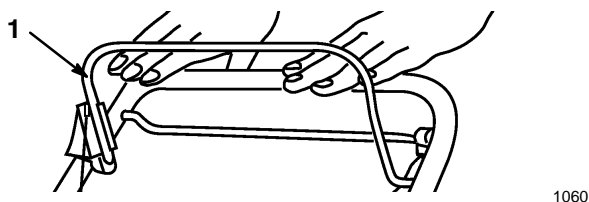

Figure 10
1. Lâcher la barre de commande de lame (Fig. 10). Le moteur et la lame doivent s'arrêter. S'ils ne s'arrêtent pas, consulter immédiatement un réparateur.